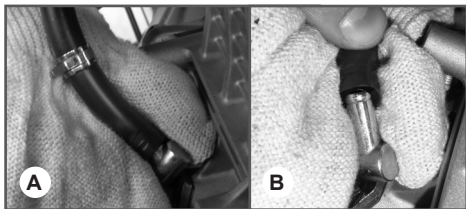

Рис. 10 Снятие топливного шланга
3. Подложите под топливный шланг кусок ветоши (Рис. 10А). После этого частично снимите топливный шланг с входного штуцера топливного насоса и оставьте небольшое отверстие для выхода воздуха из топливного шланга (Рис. 10В).